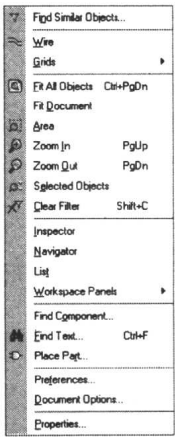

图1-4 快捷菜单
(1) 在其他的引用程序中，一般鼠标右键只有放弃、取消选择等作用，而在 Protel DXP 的原理图设计系统中，如果鼠标在编辑区单击右键，即可打开一个快捷菜单，菜单的具体内容如图 1-4 所示。